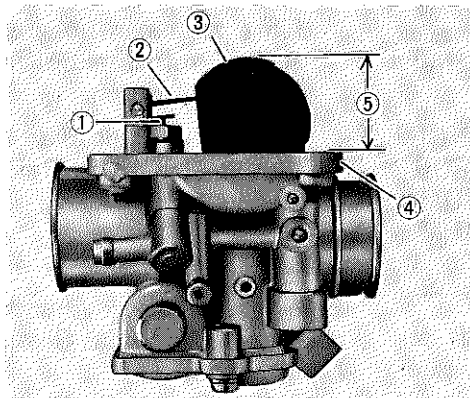

Fig. 4-2-14
- a. Float level is one factor within the carburetor which will change with use. (Fig. 4-2-14)
- a. Le niveau du flotteur est susceptible de se dérégler à l'usage (Fig. 4-2-14).
- a. Die Schwimmerhöhe ist eine maßgebende Größe im Vergaser, die sich im Laufe der Benutzung verändert. (Fig. 4-2-14)